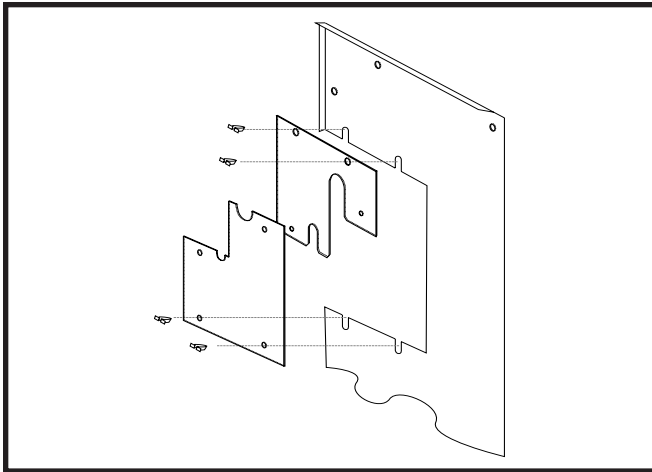

Figure 2. Ensemble plaque de fermeture
- Des plaques de fermeture sont offertes dans certaines trousse de filtration d'air. Consultez la Liste des pièces de rechange pour le numéro des pièces offertes. Installez les plaques de fermeture requises autour des conduites de frigorigène et conduites d'évacuation, au besoin. Consultez les Figures 2 à 5 (page 4). Réinstallez tous les panneaux internes et externes de la fournaise/l'appareil de traitement d'air qui ont été enlevés précédemment pendant l'installation du serpentín intérieur.
5. Glissez les plaques de fermeture autour des conduites de frigorigène et installez les agrafes en pointe fournies. Voyez la Figure 2.